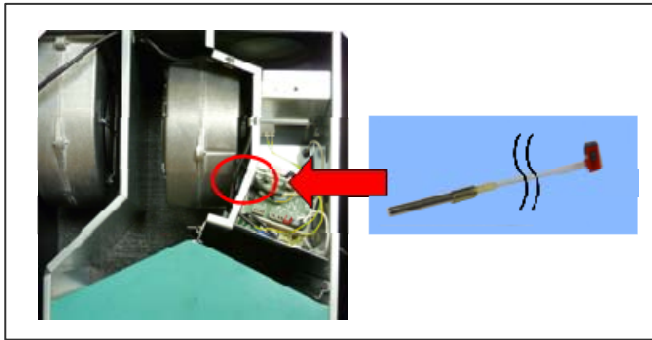
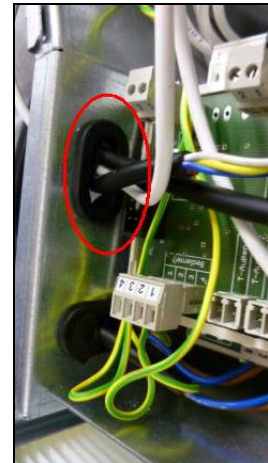

Bild 4
Bild 5
- 5)** Den neuen Zuluftfühler (Bild 4) mit dem Fühlerkopf voraus von der rechten Seite (Bild 4) durch die Kabeltülle (Bild 5) führen. Der Stecker des Zuluftfühlers bleibt dabei auf der Steuergeräteseite.